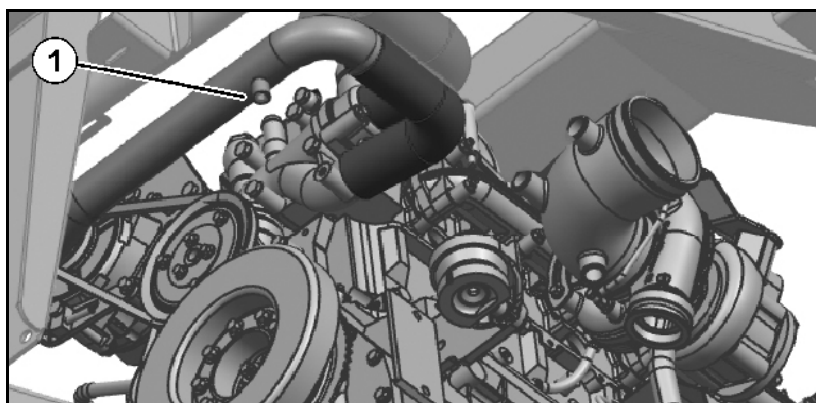

Рис. 148
1. Поставьте под резьбовую пробку (Рис. 148/1) поддон.